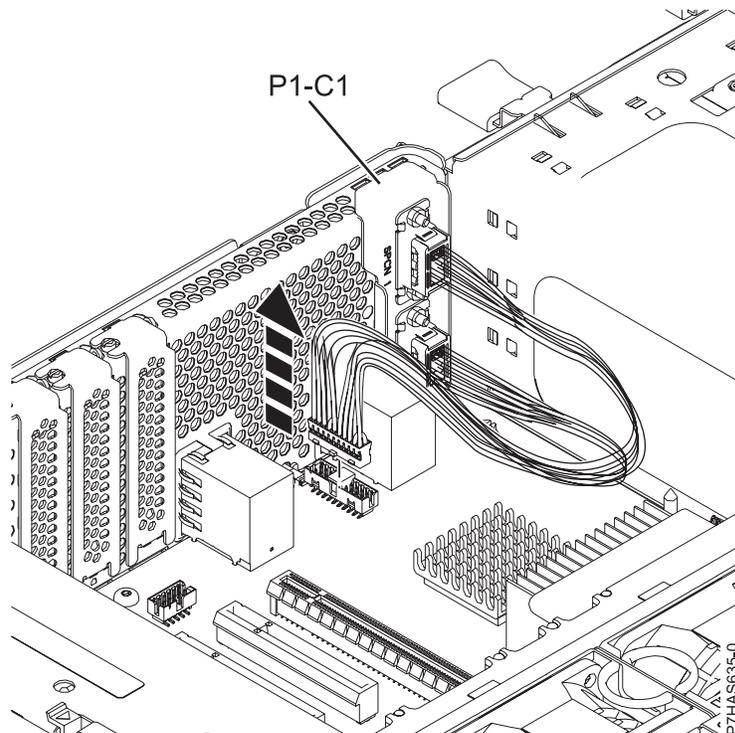

図7. SPCN ケーブル・アセンブリーの取り外し
- a. 10 ページの図 7 に示すように、システム・バックプレーンから SPCN テール・ストック・ケーブルを切り離します。